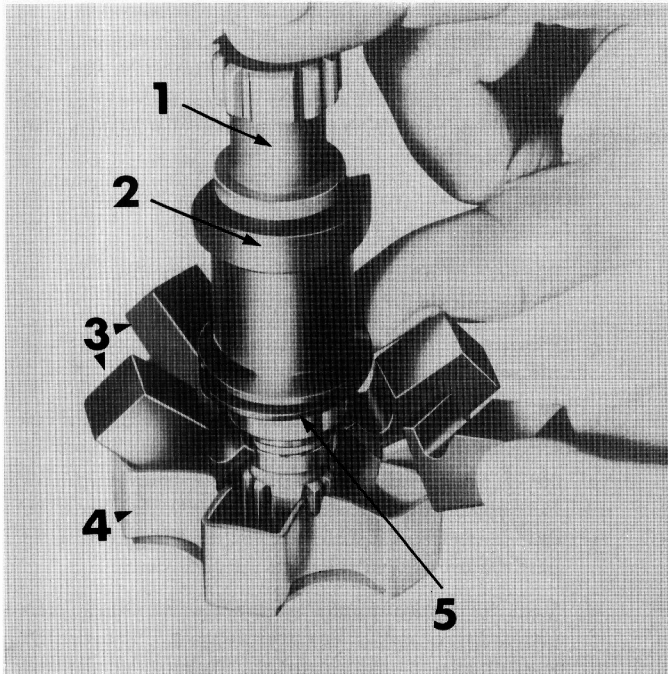

FIGURE 59 : Dépose et pose des masselottes — 1 = Arbre d'entraînement, 2 = Butée, 3 = Masselottes, 4 = Support des masselottes, 5 = Rondelle de butée.
27. Extraire du support des masselottes la butée, la rondelle de butée et les masselottes (Figure 59).
- a. Placer le support des masselottes sur l'établi, les logements tournés vers le haut (Fig. 59).
debout dans le support des masselottes (Figure 59).
- c. Tout en maintenant la butée et sa rondelle au sommet de l'arbre, introduire les masselottes dans les logements du porte-masselottes, la gorge de chaque masselotte tournée vers le haut et du côté de l'arbre. Chacune des masselottes devra se trouver dans l'alignement d'un logement, l'extrémité intérieure de chaque masselotte appuyée contre l'arbre (Figure 59).